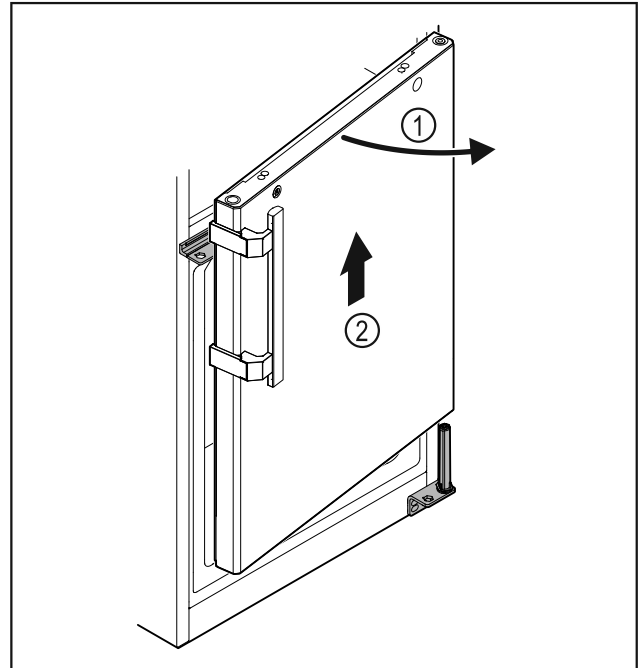

Fig. 28
- ▶ Šiek tiek atidarykite duris Fig. 28 (1), pakelkite jas tiesiai maždaug 200 mm į viršų ir nuimkite Fig. 28 (2).